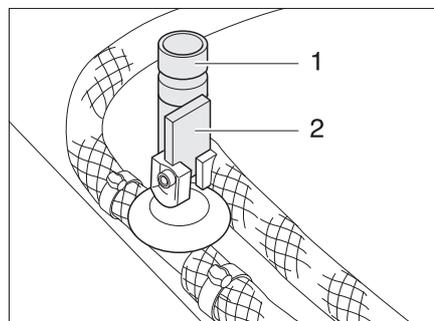

Bild 130 Ablasshähne für Truma Boiler
- Alle Ablasshähne für den Boiler schließen. Dazu den Kipphebel (Bild 130,2) waagrecht stellen bzw. die Kappe (Bild 130,1) im Uhrzeigersinn drehen.
- Alle Ablasshähne für den Boiler öffnen. Dazu den Kipphebel (Bild 130,2) senkrecht stellen bzw. die Kappe (Bild 130,1) entgegen dem Uhrzeigersinn drehen.